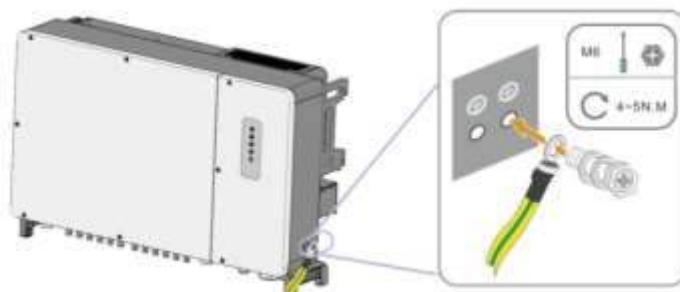

Fig. 4-24 Retirada del tornillo en el terminal de tierra
- 2) Retire el tornillo en el terminal de tierra y sujeté el cable con un destornillador (Fig. 4-24).